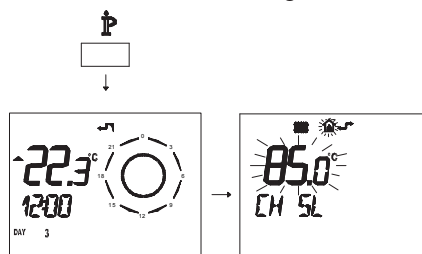

Figura 5.41
- Premere per più di 3 secondi il pulsante P per entrare in modalità **INFO** (Figura 5.41).